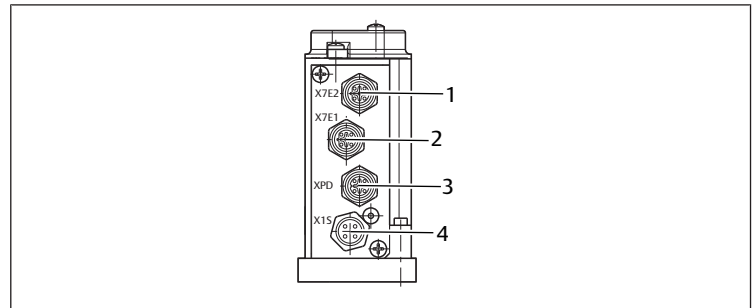

Fig. 3: Raccords et connecteurs
Le raccordement au système bus a lieu par le connecteur de données M12, à 5 pôles, codage D. Dans un système PROFINET, l'ordre physique des appareils est indifférent. Par conséquent, les raccords X7E1, PROFINET (2) et X7E2, PROFINET (1) sont interchangeables et peuvent uniquement être configurés hors fonctionnement. Voir → Fig. 3.